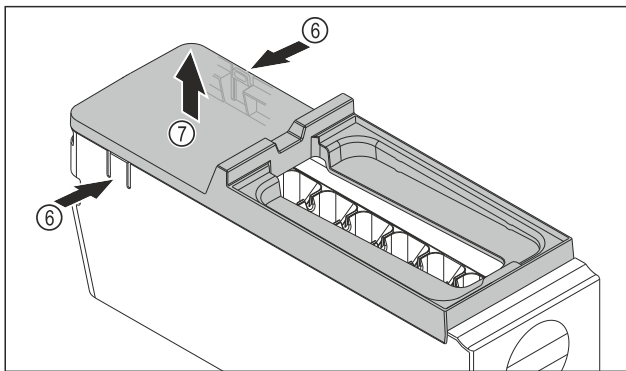

Fig. 106
- ▶ Abdeckung des EasyTwist-Ice-Korpus entnehmen: Laschen Fig. 106 (6) an den beiden Seiten des EasyTwist-Ice-Korpus mit einer Hand drücken.
- ▶ Abdeckung Fig. 106 (7) mit der anderen Hand nach oben entnehmen.